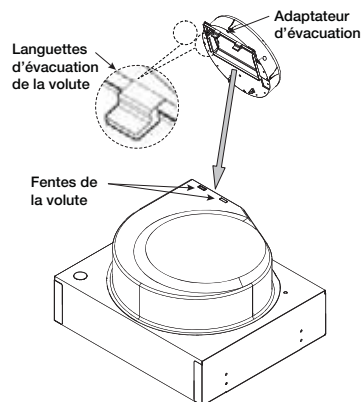

Figure 2 — Insérer l'évacuation dans la volute
1. Insérer les languettes de l'adaptateur d'évacuation dans les fentes de la volute, illustré à la Figure 2.